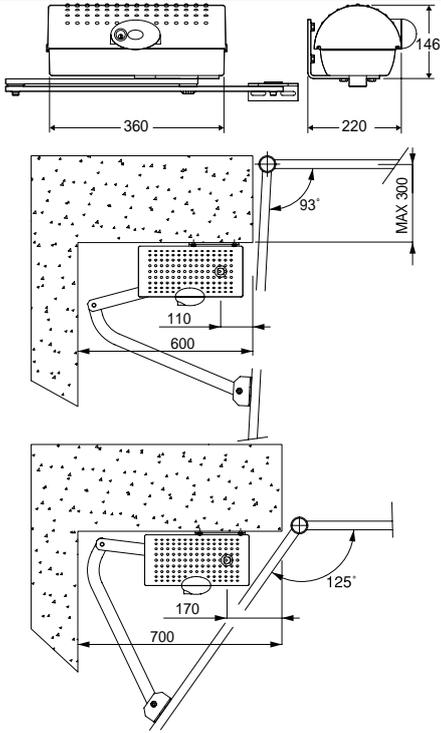
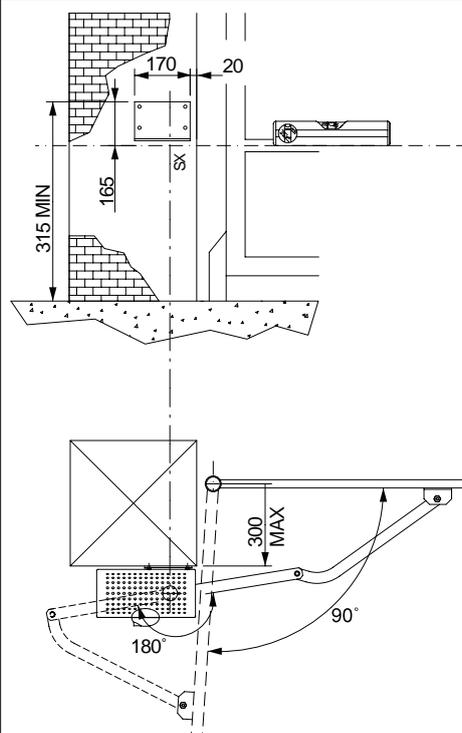
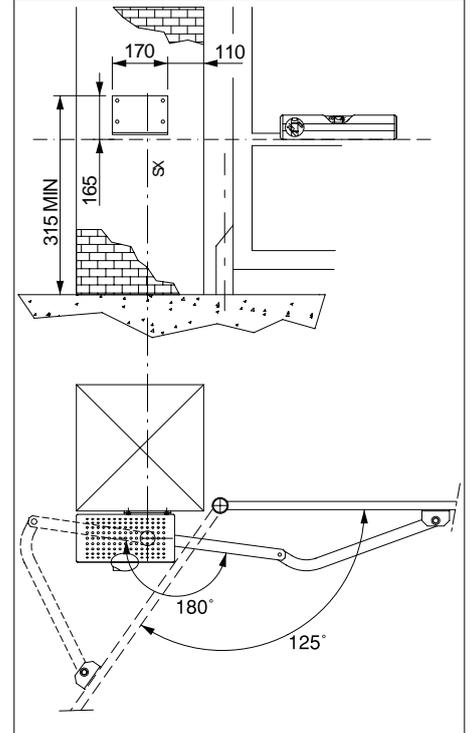

Рис. 2
Рис. 3
Рис. 4
- Структура полотна ворот прочная и жесткая. Положения крепления должны выбираться соответственно структуре створки. В любом случае, кривые рычаги должны иметь точкой приложения усилия силовую конструкцию полотна ворот (рис.2).
**5) КРЕПЛЕНИЕ МОНТАЖНОЙ ПЛАСТИНЫ (РИС.2)**
После определения места крепления на створках, при закрытых воротах, проведите воображаемую линию до столба (**рис.2**). Расположите кронштейн, соблюдая размеры **рис.2** для открывания на 90 гр. Или **рис.3** для открывания больше 90 гр. До 125 гр. максимально. Положение крепления кронштейна должно быть параллельно и в плоскости полотна ворот. Используйте крепеж, винты или болты, подходящие для крепления в материал столба. Если поверхность столба неровная, используйте призонные болты, чтобы иметь возможность выровнять пластину параллельно створке (**рис.4**).